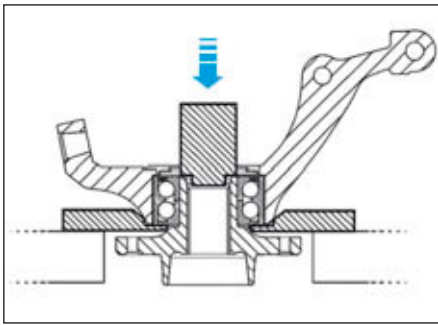

FIG.12
- À l'aide d'une presse, extraire le moyeu du pivot avec un mandrin de $\varnothing 43\text{mm}$ (Fig.12).